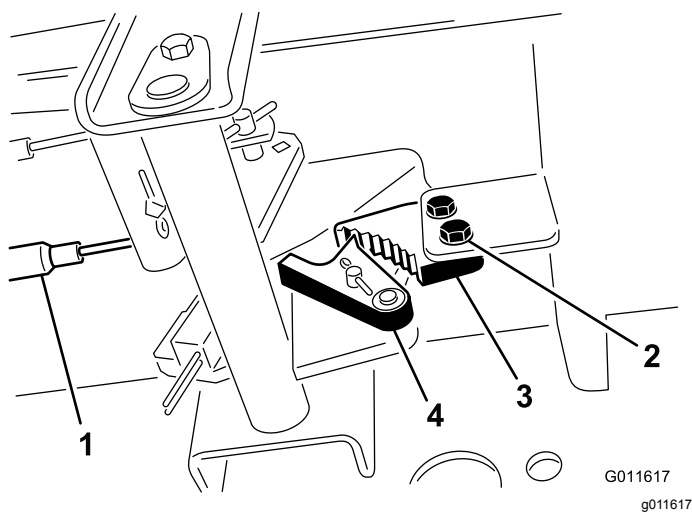

Bild 70
- Lösen Sie die zwei Schrauben, mit denen die Sperre der Feststellbremse am Rahmen befestigt ist (Bild 70).
- Drücken Sie das Pedal der Feststellbremse nach vorne, bis die Bremsenarretierung ganz an der Bremssperre greift (Bild 70).